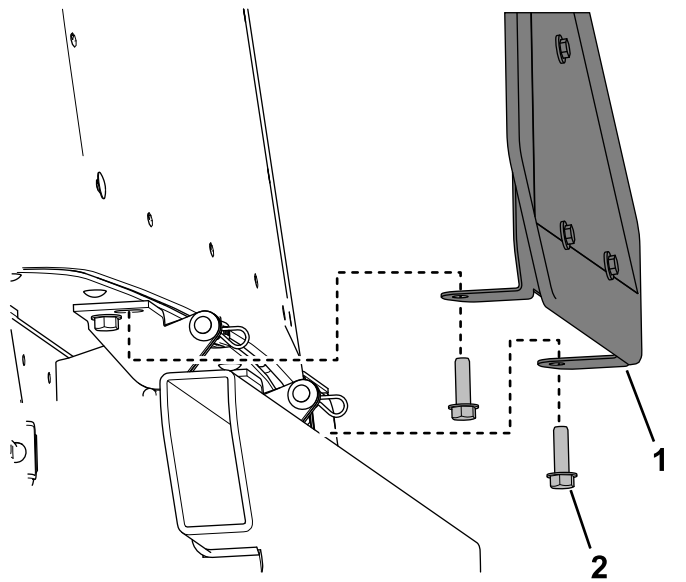

Figure 55
3. Alignez les trous dans le support de panneau de véhicule lent sur les fentes dans le support de pivot du capot (Figure 55).
4. Fixez le support de panneau de véhicule sur le support de pivot du capot (Figure 55) à l'aide de 2 vis à embase ($\frac{3}{8}$ x $1\frac{1}{4}$ po).